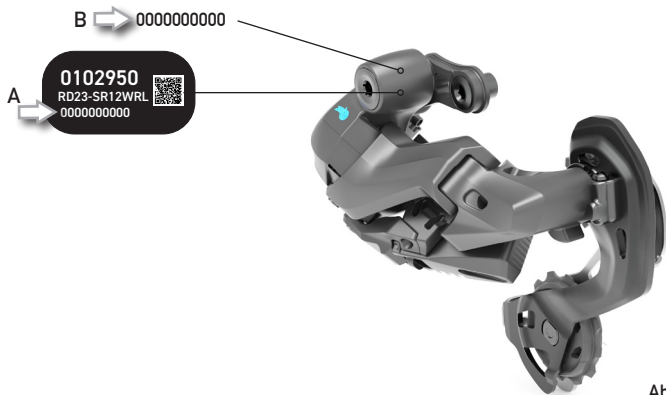

Abb.12
- geben Sie die Seriennummer des Schaltwerks ein, die auf dem ablösbaren Etikett (Abb. 11) oder auf dem schwarzen Etikett (A - Abb. 12) auf der Vorderseite des Schaltauges angegeben ist oder direkt auf dem Schaltwerk ablesbar ist (B - Abb. 12), diese letzte Möglichkeit besteht erst ab August 2023.